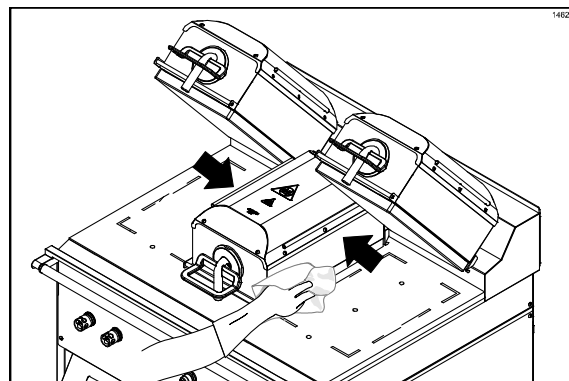

Abbildung 63
34. Beide Seiten der mittleren oberen Grillplatte abspülen. (Siehe Abbildung 63.)